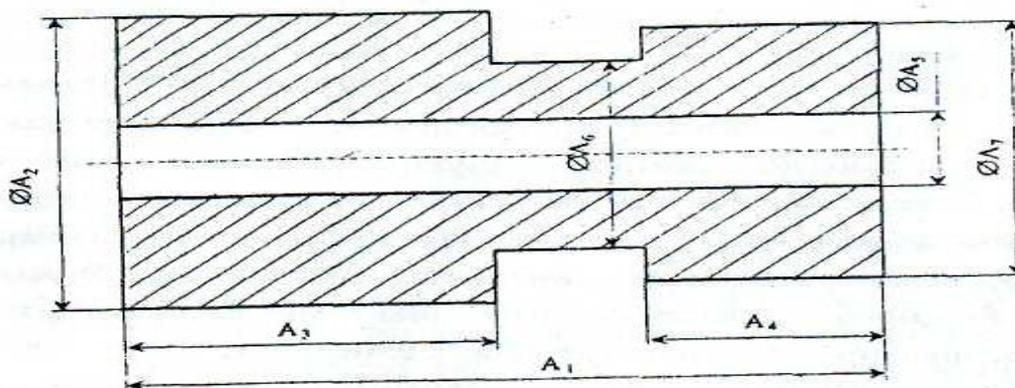

Рисунок 1 – Чертеж детали
1. По чертежу детали (см. рис. 1) определить заданные контролируемые размеры согласно своего варианта (табл. 1).